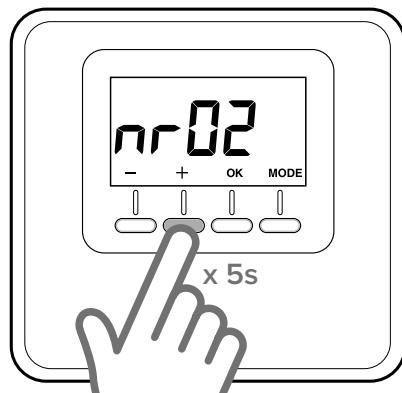

Fig. 15
- Pressionar durante 5 segundos a tecla “+” no sensor ambiente. O visor mostra o parâmetro “nr02” (Fig. 15).